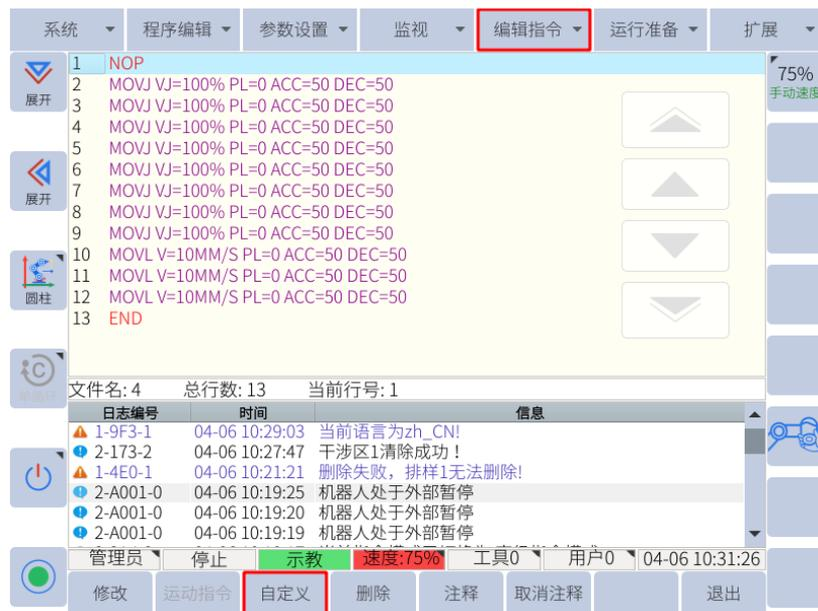

图 6-63：插入其它指令
2. 然后按主菜单下的“编辑指令”或“自定义”在子菜单区选择要插入的指令，如图 6-63 所示。